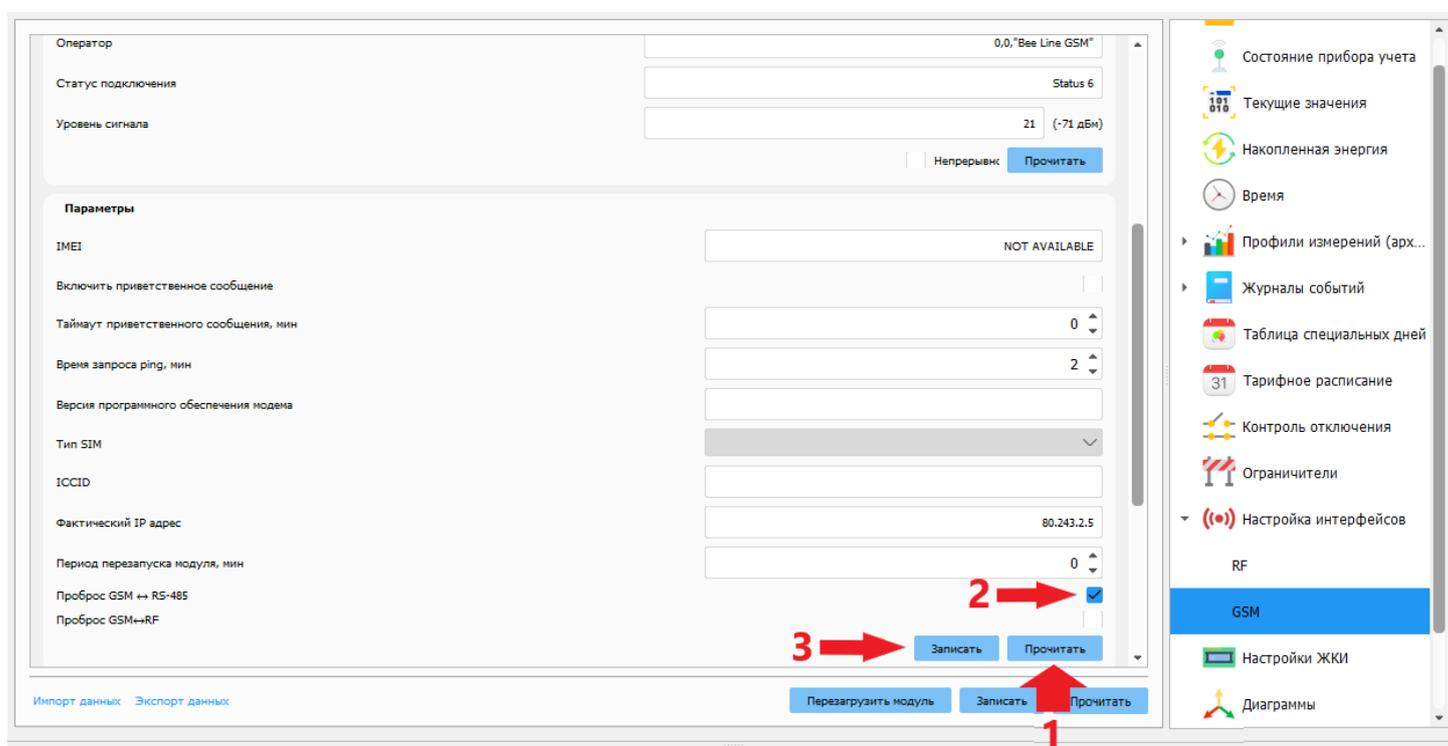

Рисунок 8
- подключиться к счетчику с помощью ПО «Конфигуратор Счетчиков Милур DLMS» (версия 1.6.0.381 и выше, рисунок 8) согласно п. 6.3;